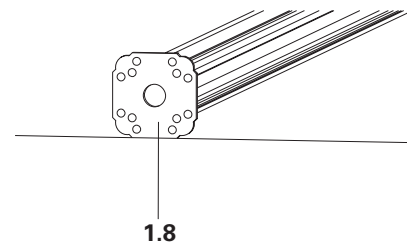

Fig. 23
- Fodpladen **1.8** skal ligge an imod underlaget. **Fig. 23**